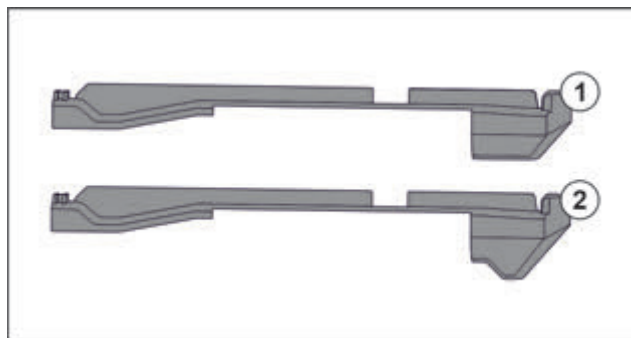

Fig. 46 Порівняння вставних частин
У пристрої є дві різні вставні частини. Вставна частина над самим нижнім висувним ящиком Fig. 46 (2) має трикутний край. Всі інші вставні частини Fig. 46 (1) мають прямий край.
- ▶ Розмістити вставну частину Fig. 46 (2) з трикутним краєм над самим нижнім висувним ящиком.
- ▶ Розмістити вставну частину Fig. 46 (1) з прямим краєм у всіх інших місцях.